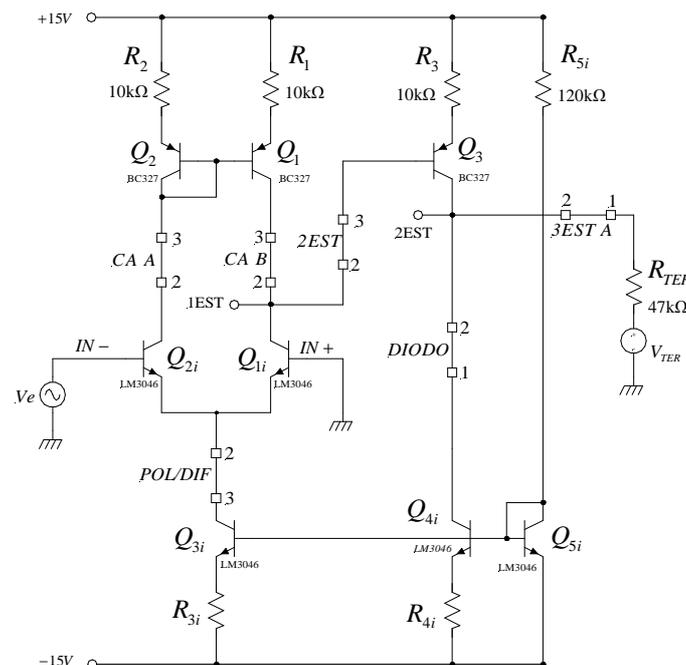
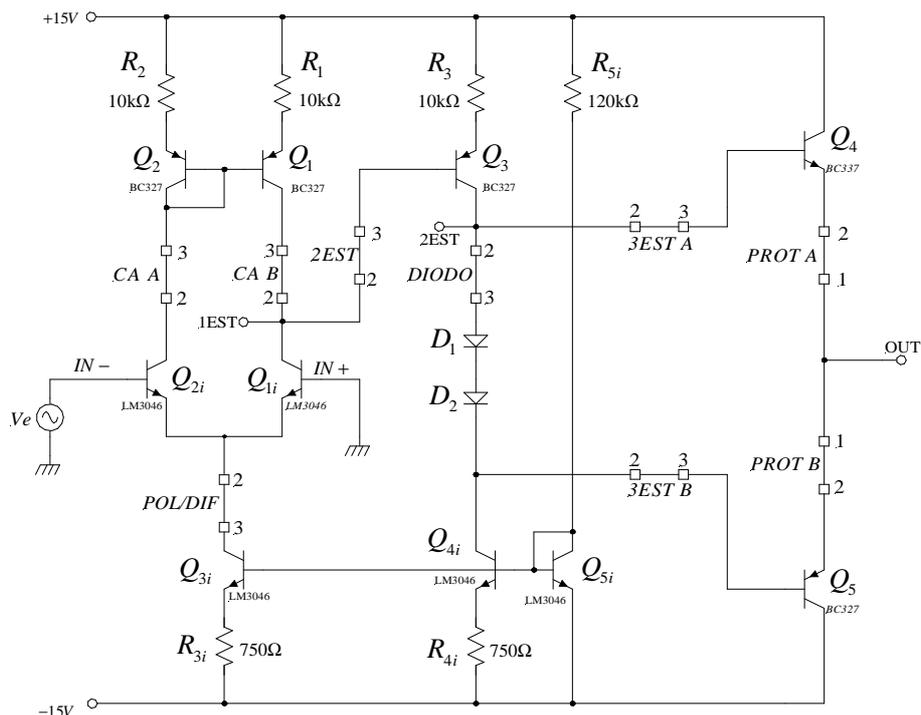

Fig. 5
Fig. 6
O circuito mostrado na Fig.5 corresponde a um amplificador de dois estágios formado por um estágio diferencial de entrada, cuja saída, 1EST, é amplificada através de um estágio “Emissor Comum”. Monte este circuito, com o valor de  $R_{4i}$  igual ao de  $R_{3i}$ :
O circuito da Fig.6 resulta de uma modificação feita no circuito do amplificador de tensão tratado no roteiro anterior (Fig.5). Foi acrescentado um ESTÁGIO DE SAÍDA formado por dois transistores complementares. OBS: Meça o ganho de corrente de Q4 e Q5 antes de soldá-los na placa.
Utilizando o amplificador operacional da Fig.6:
- 2.8) Utilizando o amplificador operacional da Fig.6, monte um integrador que tenha uma constante de tempo de  $1\mu\text{S}$ . e: